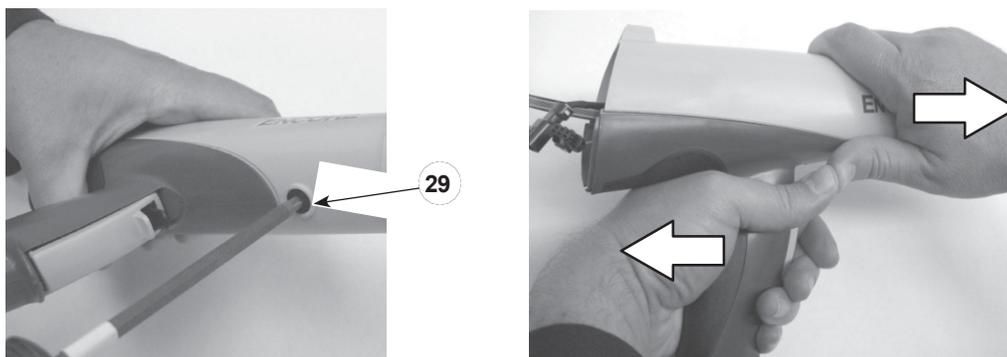

Figura 12 Extracción el cuerpo de la pistola de la empuñadura
4. Véase la figura 12. Retire el tornillo de nailon negro (29) del cuerpo de la pistola.